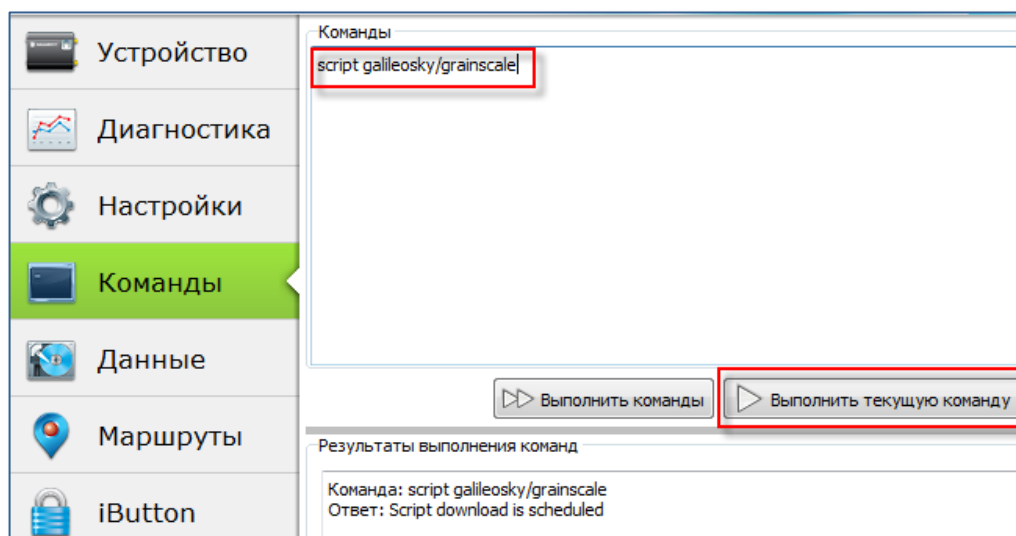

Рисунок 10. Запуск алгоритма
8. перейдите на вкладку «Команды» Конфигуратора и выполните команду «script galileosky/grainscale» (Рис. 10);